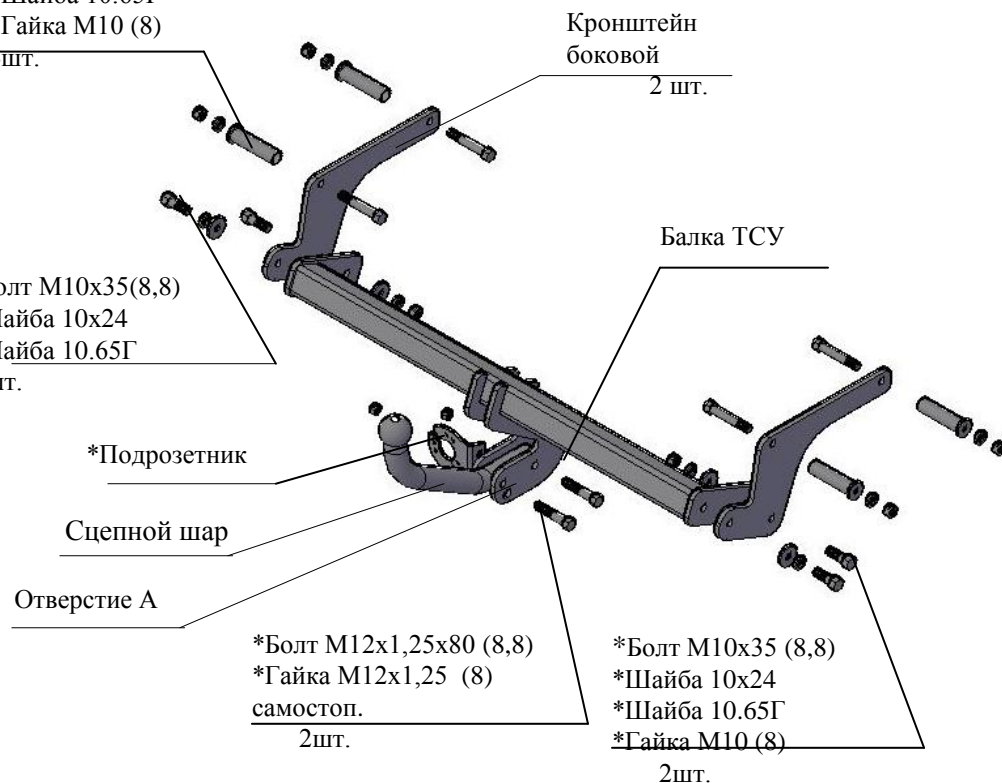

Рис.1 Тягово-сцепное устройство ТСУ 9040.
2.1 ТСУ 9040 в сборе (рис.1)	1 шт.
2.2 Пакет с комплектующими (см. рис.1)	1 шт.